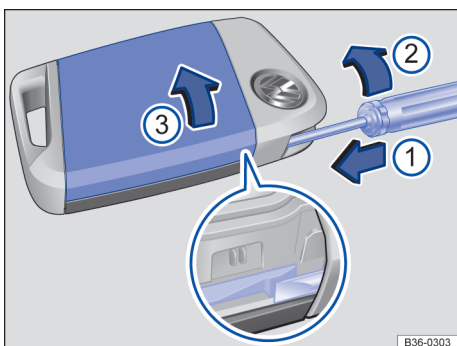

Fig. 50 Chave do veículo: Abrir a cobertura da bateria.
- Empurrar a cobertura no sentido da seta → Fig. 50 ③ e removê-la → ① em *Substituir a pilha botão, chave do veículo com haste* na página 63.